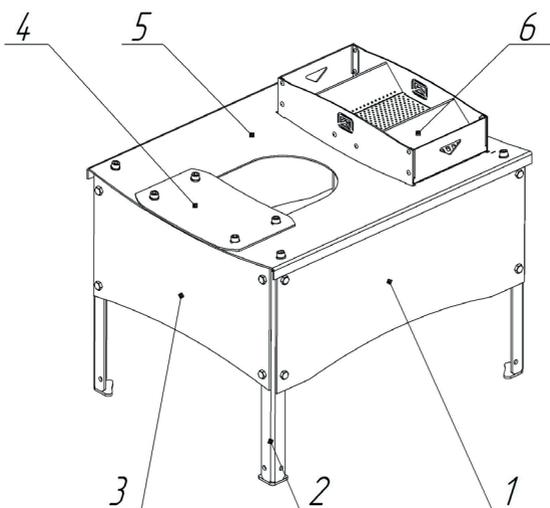

Рисунок 1 - Общий вид закрытой каменки в собранном виде
Конструкция закрытой каменки (рисунок 1) состоит из стенок торцевых (3), стенок боковых (1), закрепленных между собой при помощи ножек (2) и крепежных элементов, входящих в комплект поставки. В верхней части конструкции расположен свод (5), который предназначен для укладки декоративного слоя камней. На своде установлена заглушка (4), наличие которой вкупе с разборной конструкцией боковых и торцевых стенок, позволяет осуществить установку изделия на банную печь без демонтажа дымохода. Для удобства подачи и распределения воды по трём зонам предусмотрена съемная крышка-селектор (6).